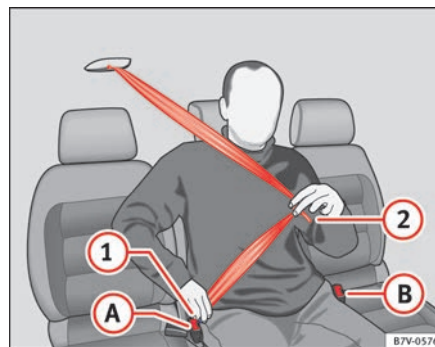

Abb. 12 Sicherheitsgurt am mittleren Sitz in der zweiten Sitzreihe anlegen.
- Gurtband an der Schlosszunge ⇒ Abb. 12 ① nach unten ziehen. Dabei das Gurtband **nicht** verdrehen ⇒ ⚠.
- Schlosszunge ① fest in das zum Sitzplatz gehörende Gurtschloss ② stecken.
- Gurtband an der Schlosszunge ② über das Becken des Insassen ziehen.
- Schlosszunge ② fest in das zum Sitzplatz gehörende Gurtschloss ③ stecken.